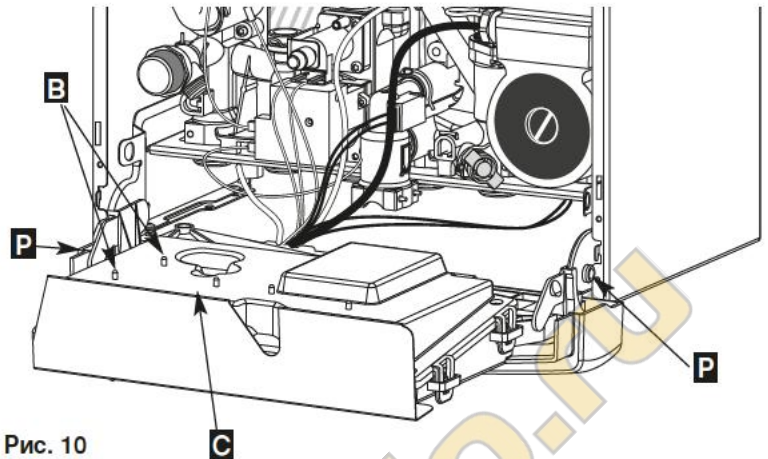
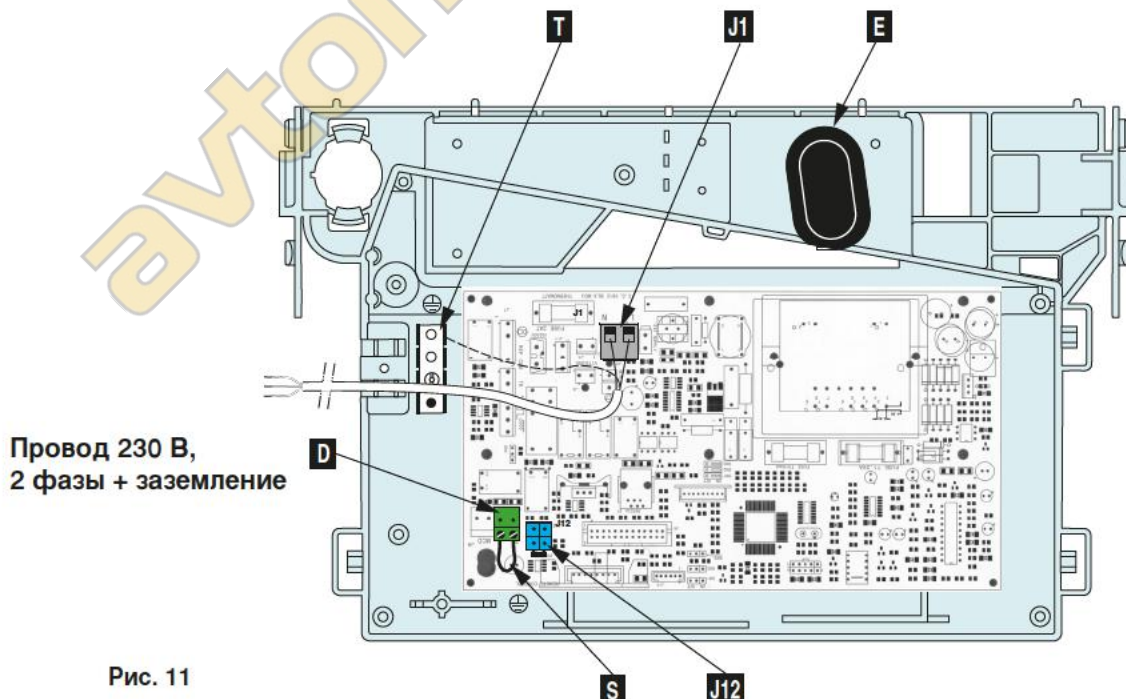

Рис. 10
Рис. 11
- Отверните винты B и снимите крышку C (рис. 10)
Разъем J12 (рис. 11) предназначен для подключения программатора (опция, см. соответствующую инструкцию).
**Выключите электропитание водонагревателя**, снимите кожух, откройте блок, нажав на два фиксатора **P** (рис. 10): органы регулировок находятся на электронной плате за заглушкой **E** (рис. 11).